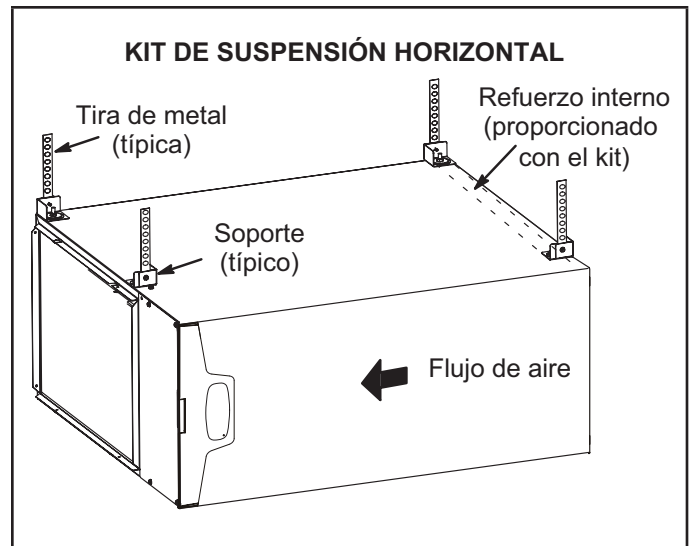
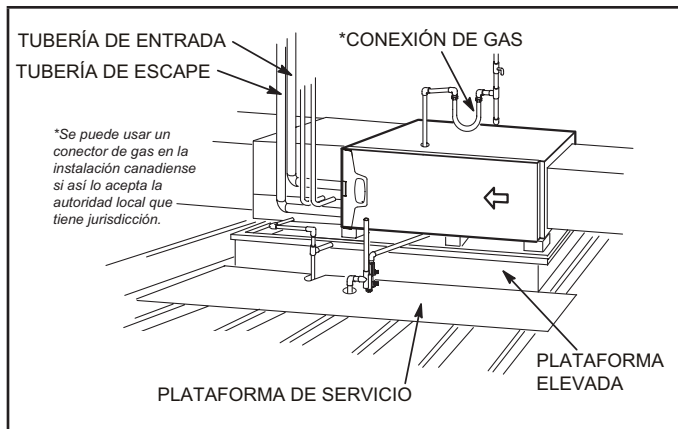

Figura 18
Figura 19
Este calefactor puede instalarse ya sea en un ático o en un espacio entre plantas. Ya sea cuelgue el calefactor de los travesaños del techo o de las vigas del piso, tal como se muestra en la Figura 18, o instálelo sobre una plataforma, tal como se muestra en la Figura 19. Se puede ordenar un kit de suspensión horizontal (51W10) de Lennox o usar un equivalente.
- 2 - Construya un marco de madera elevado y cúbralo con una lámina e madera terciada. Si la unidad se instala arriba del espacio acabado, fabrique un colector de drenaje auxiliar a ser instalado debajo de la unidad. Coloque la unidad en el colector de drenaje como se muestra en la Figura 19. Deje 8 pulgadas de espaciamiento de servicio debajo de la unidad para la trampa de condensado.